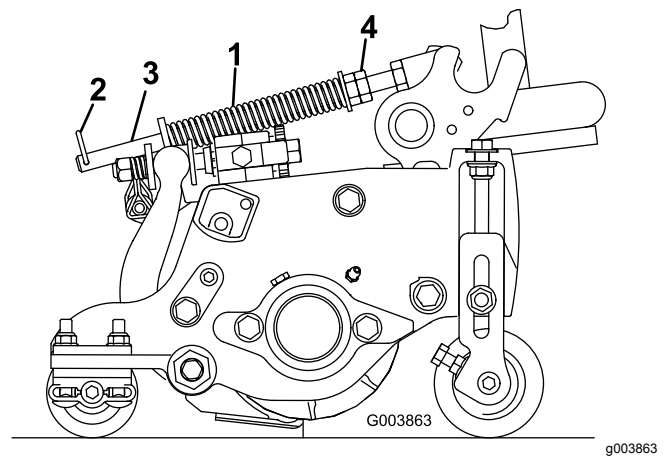

Bild 19
1. Stellen Sie sicher, dass der Splint in das hintere Loch in der Federstange eingesetzt ist (Bild 19).
2. Ziehen Sie die Sechskantmuttern vorne an der Federstange an, bis die komprimierte Länge der Feder 15,9 cm beträgt, siehe Bild 19.